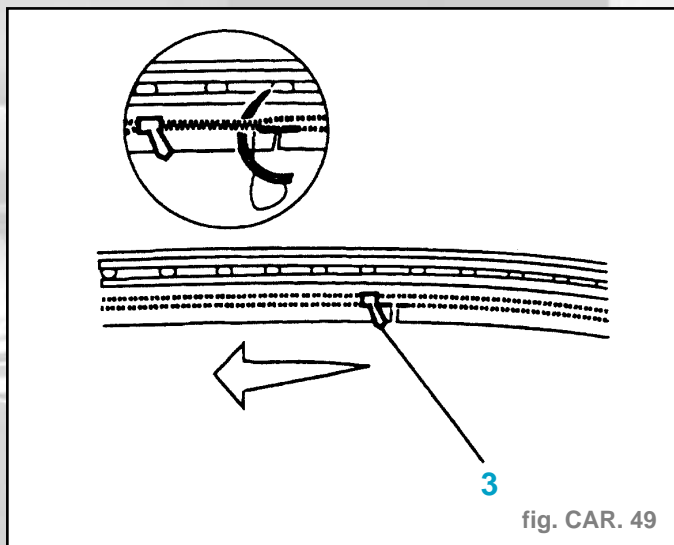

fig. CAR. 49
- Insérer l'extrémité sur le fermoir (3) et avancer d'environ 10 cm (fig. CAR 49).